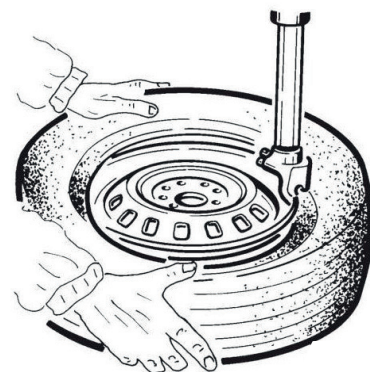

Fig.10
Tout en maintenant le talon du pneu enfoncé dans la gorge de la jante avec les mains, appuyer sur la pédale (U) pour faire tourner le plateau dans le sens des aiguilles d'une montre. Continuer ainsi sur toute la circonférence de la jante (Fig.10).